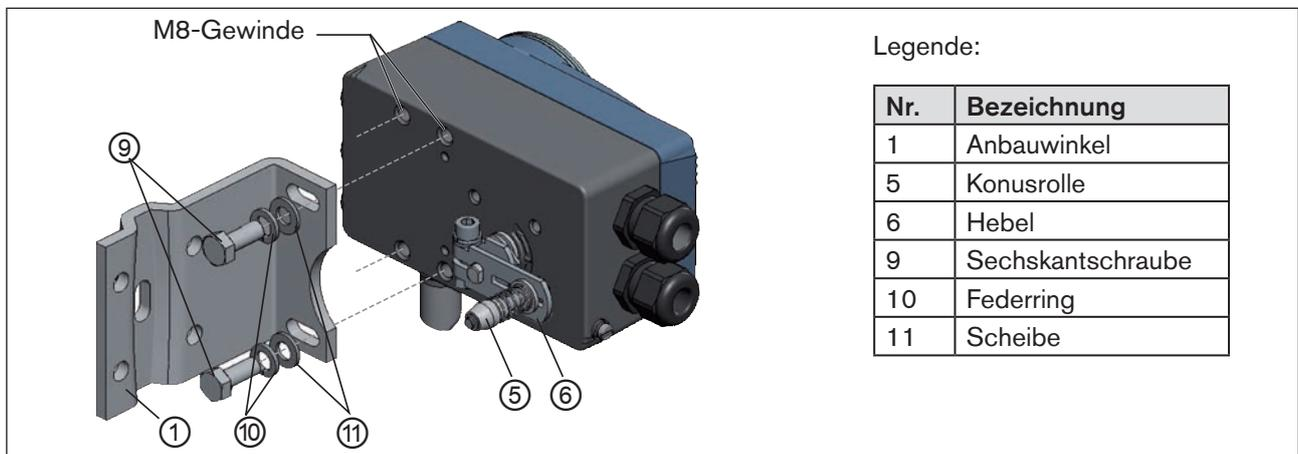

Bild 15: Anbauwinkel befestigen
→ Anbauwinkel ① mit Sechskantschrauben ⑨, Federringen ⑩ und Scheiben ⑪ an der Rückseite des Typs 8792/8793 befestigen (siehe „Bild 15“).
Die Konusrolle am Hebel des Wegaufnehmers muss im Bügel (siehe „Bild 15“) über den gesamten Hubbereich am Antrieb frei laufen können.